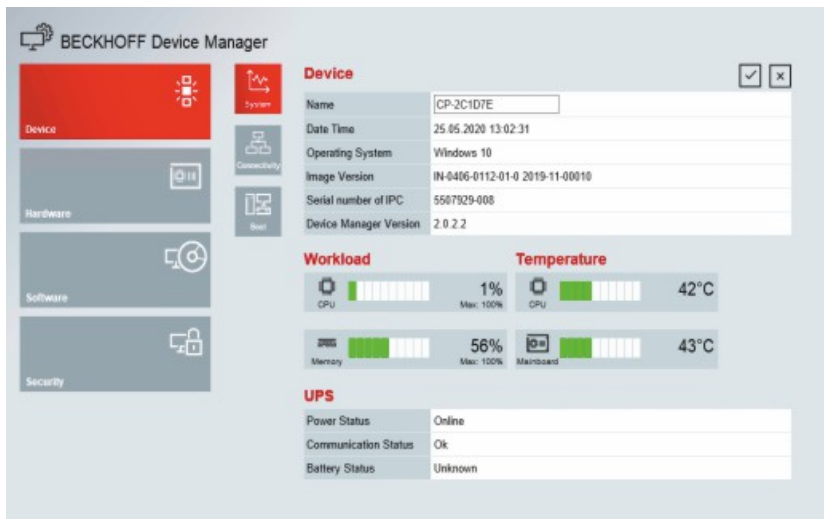

Abb. 26: Beckhoff Device Manager - Startseite
2. Heben Sie den PC soweit an, dass die Befestigungsschrauben in die Schlüssellöcher (siehe Abb. 26) rutschen.